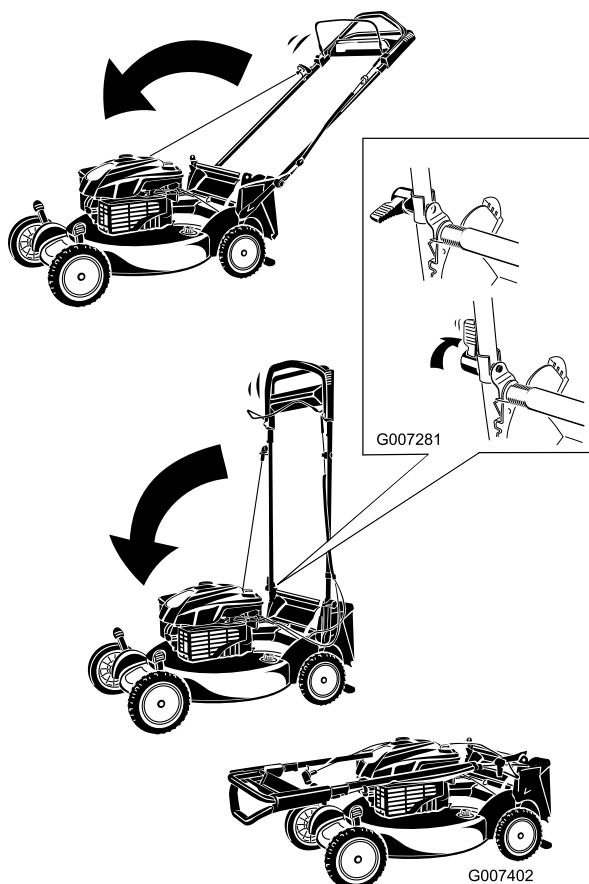

Figura 42
1. Fate ruotare la stegola in avanti (Figura 42).